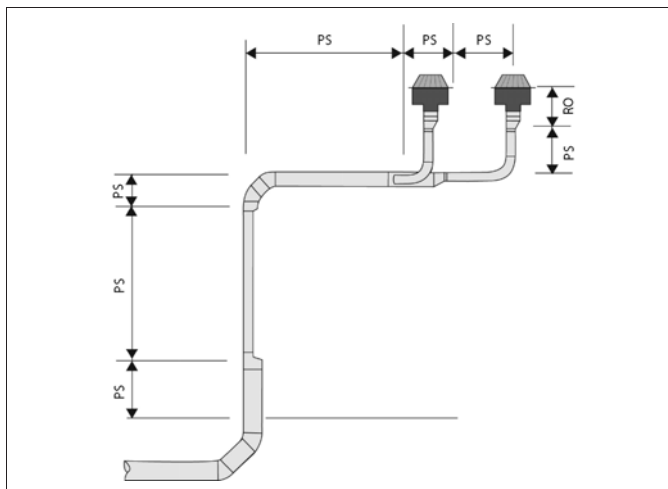

Рисунок 1.1.2
Если секция трубы длиннее 10 метров, для получения оптимальных результатов ее необходимо разделить на две части. Водоприемная воронка – это отдельная часть трубы (RO) (смотрите рисунок 1.1.2).